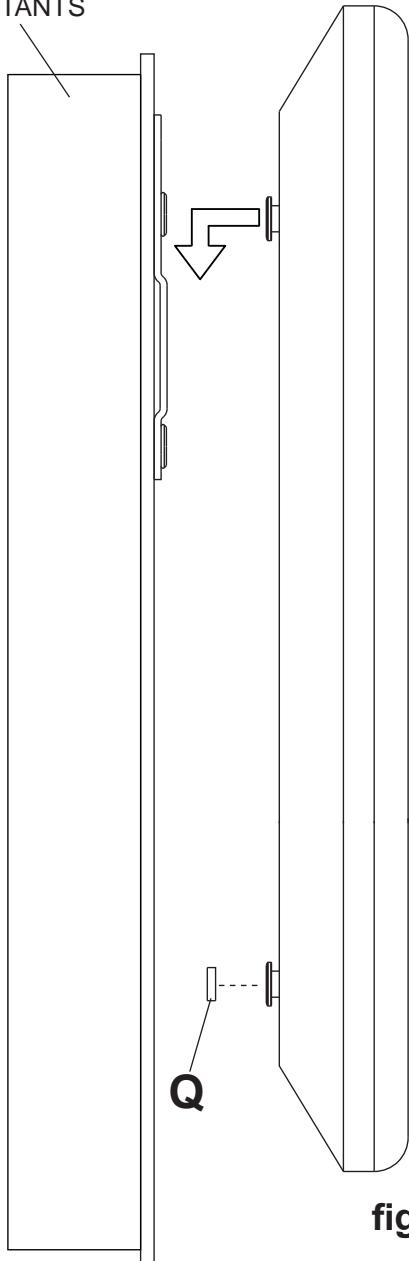

fig. 3.1
- 3 Posez les protecteurs en tissu (**Q**) sur les vis de montage inférieures comme illustré à la figure 3.1.